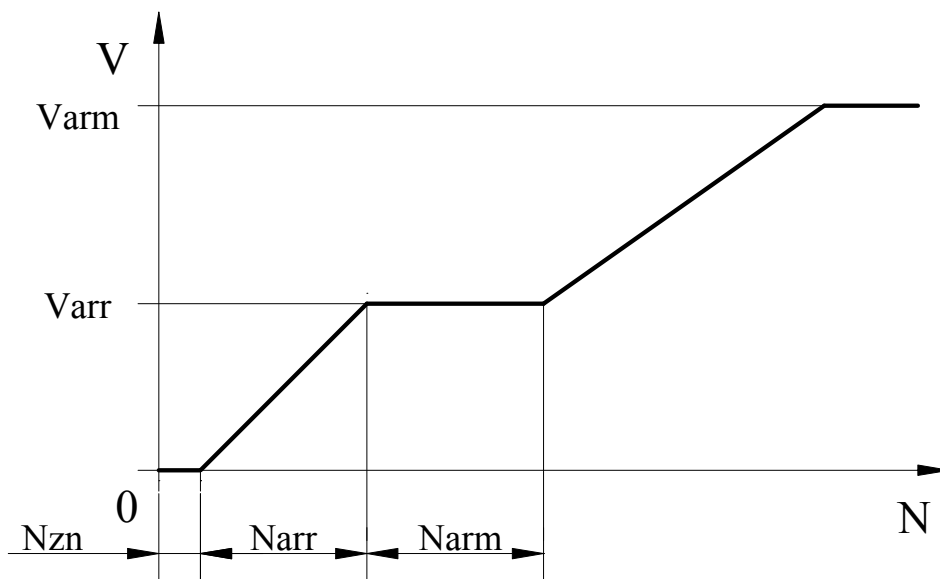

Рис.7. Скорости удержания в зависимости от модуля отклонения от точки удержания.
3.8.6.5. **Номер 4** – Varg (0-200 мм/сек) – малая скорость движения при удержании (арретировании) (**рис.7**).
3.8.6.6. **Номер 5** – Varm (0-200 мм/сек) – максимальная скорость движения при удержании (**рис.7**).
3.8.6.7. **Номер 6** – Narm (0-100 мм) – участок скорости движения при удержании, где $V=Varg$ (**рис.7**).